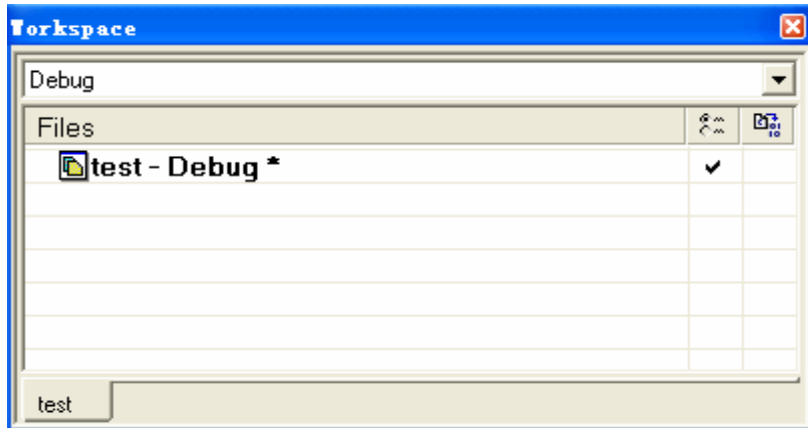

图 2.3
3、我们可以看到当前项目会出现在 **Workspace** 窗口内，如图 2.3 所示。在 **Workspace** 下面是一个带下拉菜单的文本框，这里有系统的创建配置(build configurations)，默认时系统有两种创建(build)配置：**Debug** 和 **Release**。缺省配置是 **Debug**，在这种模式下，用户可以进行仿真和调试；在 **Release** 模式下，是不能进入调试状态的。所以建议在产品研发阶段一定不要修改这个创建配置，否则不能进行调试了。